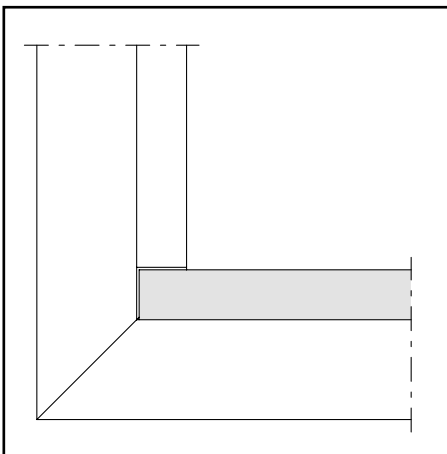
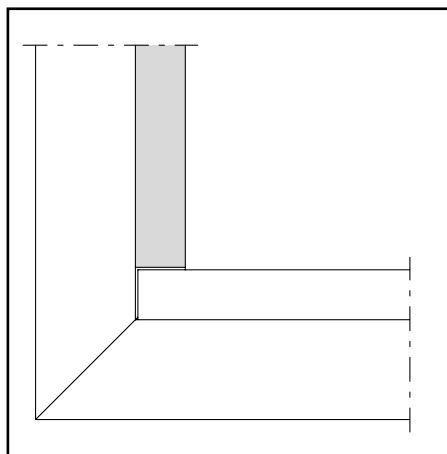

Abb. 5 / Fig. 5 / Fig. 5
Abb. 6 / Fig. 6 / Fig. 6
(Abb. 5/6)**
Damit die Glasleisten im Brandfall dilatieren können, müssen sie auf Untermass zugeschnitten werden. Die horizontalen Glasleisten (Abb. 5) werden durchgeführt, die vertikalen Glasleisten (Abb. 6) dazwischengesetzt.
**Coupe des parcloses (fig. 5/6)**
Afin de permettre la dilatation des parcloses en cas d'incendie, il faut les couper à une dimension inférieure à la coté prescrite. Les parcloses horizontales (fig. 5) sont posées en continu, les parcloses verticales (fig. 6) sont intercalées.
**Cutting glazing beads to size (fig. 5/6)**
The glazing beads must be cut to a dimension smaller than specified to allow for expansion in the event of fire. The horizontal glazing beads (fig. 5) are laid in a continuous strip, the vertical ones are positioned between them (fig. 6).